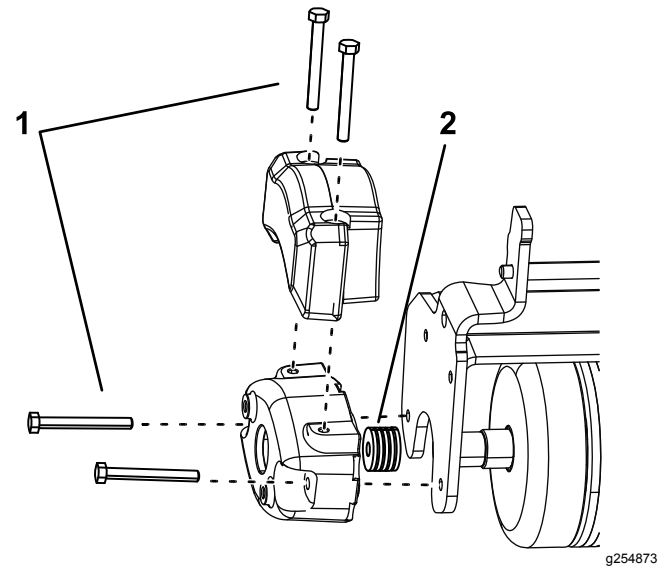

図 5
2. 図 5 のようにボルト 5/16-18 x 2³/₄" 2 本を取り付ける。
3. 各ボルトにスペーサ 1¹/₈" 4 個を取り付けるカウンタウェイトとトリローラ側との間 図 5。